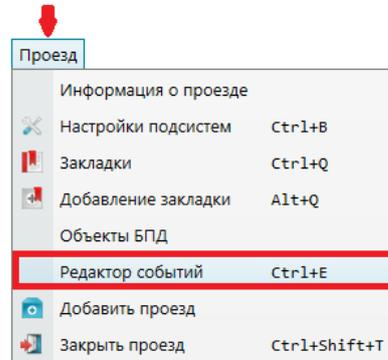

Рисунок 59 – Меню «Проезд»
5.4.1 Выбрать пункт меню «Проезд» → «Редактор событий» (Рисунок 59).